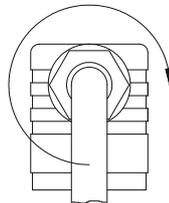

Abb. 11
- ↖ Drücken Sie das Innenteil ⑧ bis zum Einrasten in die Leitungsdose ②.
- ↖ Stecken Sie die Zentralschraube ⑥ in die Leitungsdose ② und ziehen Sie die Kabelverschraubung ⑤ an (⇒ Abb. 11).